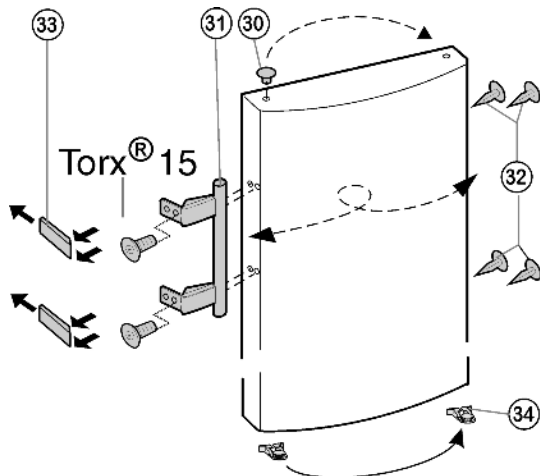

Fig. 11
- ▶ Desencaje la grapa elástica *Fig. 11 (34)* de la puerta y cámbiela al nuevo lado de la bisagra.*
- ▶ Retire el tapón *Fig. 11 (30)* del casquillo de cojinete de la puerta y cámbiolo de sitio.
- ▶ Desmonte el tirador de la puerta *Fig. 11 (31)*, los tapones *Fig. 11 (32)* y las placas de presión *Fig. 11 (33)* y cámbielos al lado opuesto.